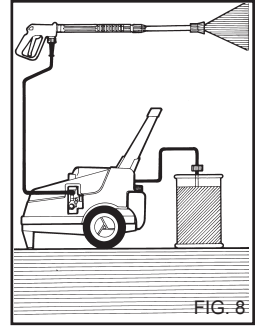

FIG. 8
Dopo l'uso di un detergente il circuito di aspirazione deve essere risciacquato con acqua pulita, (fig. 8).
1) Dopo l'uso con detergente, risciacquare il circuito di aspirazione; infilare il tubo di aspirazione (fig. 8) detergente in una tanica di acqua pulita e far funzionare la pompa per 1 minuto a rubinetto dosaggio completamente aperto e lancia in fase erogazione detergente.
4) Dopo l'uso con detergente, risciacquare il circuito di aspirazione; infilare il tubo di aspirazione (fig. 8) detergente in una tanica di acqua pulita e far funzionare la pompa per 1 minuto, e lancia in fase erogazione detergente.